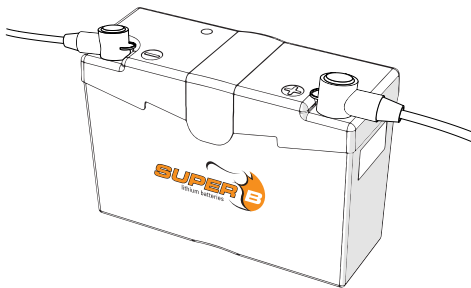

Abbildung 4. Anbringen der Abdeckungen über die Anschlussklemmen.
4. Platzieren Sie die Klemmenabdeckungen über den Anschlussklemmen (Abbildung 4).